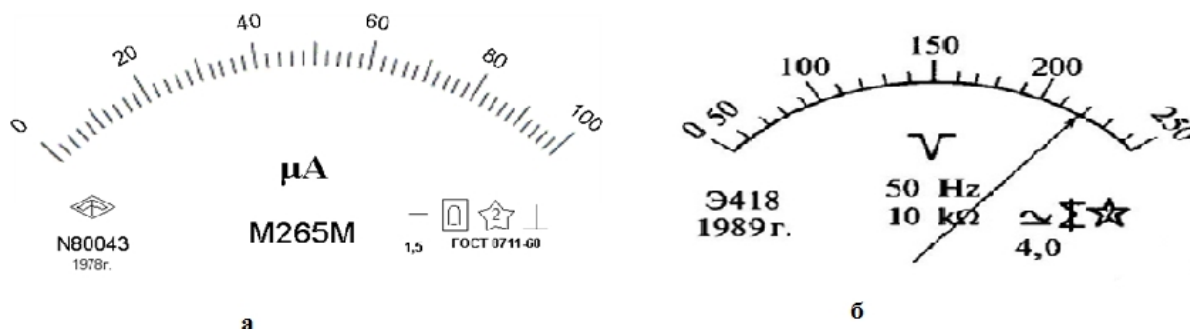

Рис.4
3. Какую информацию можно получить о приборе по его шкале? Рис.4
5. Описание приборов , изображенных на рис.4